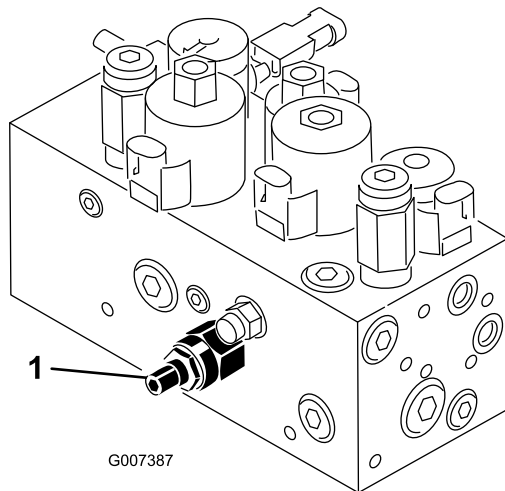

Bild 56
Der Hub-/Absenkungskreis der Schneideinheiten ist mit einem Stromventil ausgerüstet (Bild 56). Dieses Ventil wird im Werk um ungefähr 3 Umdrehungen geöffnet. Zum Ausgleichen unterschiedlicher Hydrauliköltemperaturen und Mähgeschwindigkeiten usw. müssen Sie dieses Ventil jedoch u. U. einstellen. Gehen Sie dabei folgendermaßen vor:
1. Klappen Sie den Sitz hoch und finden Sie das Hauptregulierungsventil für das mittlere Zuggestell (Bild 56), das sich neben dem Hydraulikverteiler befindet.